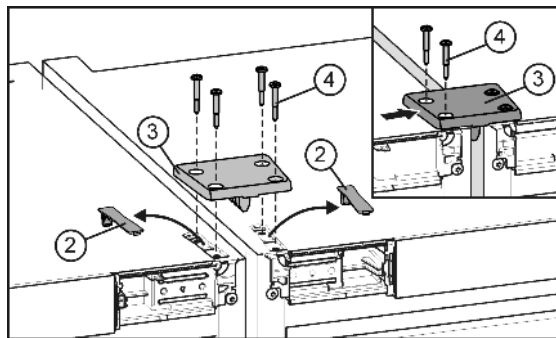

Fig. 5
- ▶ Desencaje y retire las cubiertas Fig. 5 (2).
- ▶ Coloque la placa de unión Fig. 5 (3) y fíjela ligeramente con dos tornillos Fig. 5 (4) en un aparato.